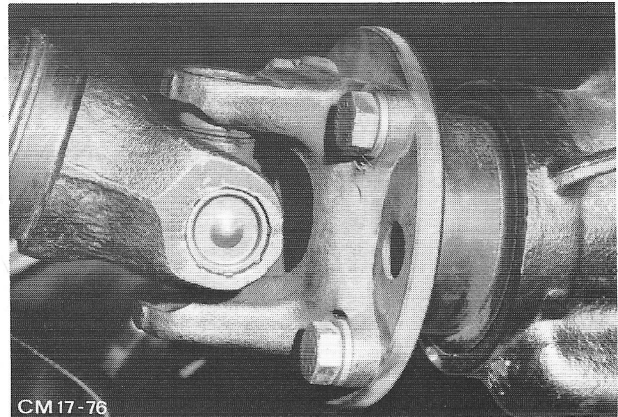

Fig.14 Cardanas en pignonflens.
2. Maak de cardanas los van de pignonflens (fig.14).